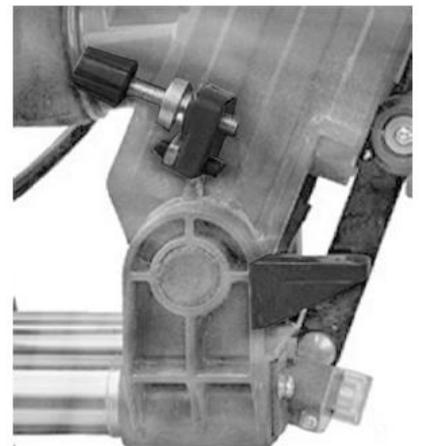

Fig. 8
6. Réglez la profondeur de coupe (Fig. 8).